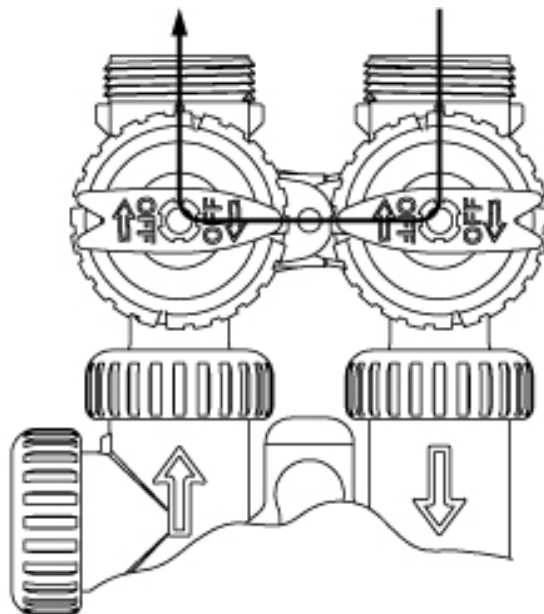

Рисунок 3
- 3. Положение *Диагностика*:** Ручка *Вход* устанавливается в соответствии с направлением стрелки на управляющем клапане, а ручка *Выход* направляется к центру клапана байпаса; воды из системы поступает в управляющий клапан, но вода из клапана не выходит в систему трубопроводов. (См. Рисунок 3).